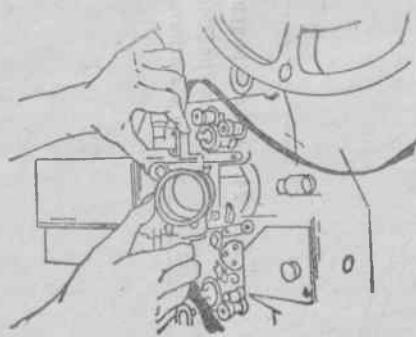

Рис. 26.
4. Уложите фильм в фильмовый канал, расположив прозрачный кадр с надписью ЗАРЯЖАЙ В ОКНО против кадрового окна в фильмовом канале. Прижмая фильм к верхней и нижней накладкам филькового канала пальцами обеих рук, как показано на рис. 26, закройте большими пальцами фильмовый канал. При этом следите за тем, чтобы прижимная рамка не перекосилась.